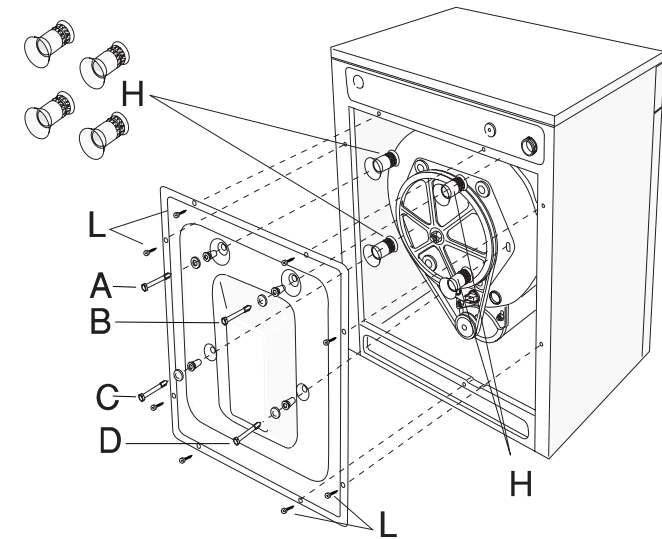

fig. 3
2. Schroef de vier transportbouten A, B, C en D aan de achterzijde van de machine los (fig. 3).
3. De vier kunststof afstandhouders (H), welke zich aan binnenkant van de machine bevinden en door de vier transportbouten (A,B,C,D) op hun plaats werden gehouden, zullen door het verwijderen van de transportbouten loskomen van de binnenkant en op de grond vallen. Ze kunnen dan alle vier opgeraapt worden. Mochten de vier afstandhouders (H) niet loskomen of naar beneden vallen, draai dan de acht schroeven (L) los en verwijder de achterplaat, waarna u
1. De acht schroeven (L) uit de achterplaat (fig. 3) verwijderen en de plaat losnemen.
3. De vier afstandhouders (H) aan de binnenkant van de plaat op de transportbouten A, B, C en D aanbrengen en ze tegen de rubber afsluitringen drukken.
5. De achterplaat weer terugplaatsen en vastzetten met de acht schroeven (L).